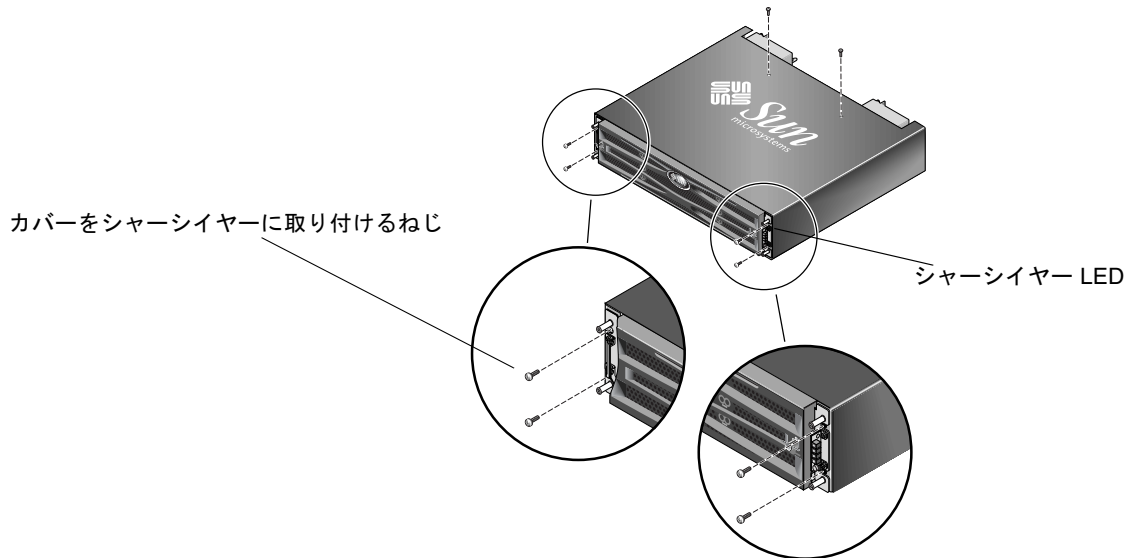

図 2-5 シャーシのテーブルトップカバーへの取り付け
6. テーブルトップカバーの前部を、10-32 x 1/4 インチのプラスなべ頭ねじでそれぞれのアレイの前面イヤーにゆるめに取り付けます。図 2-5 を参照してください。